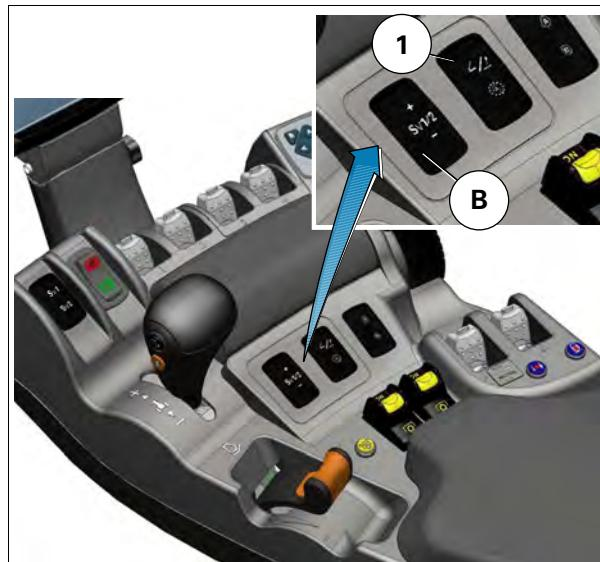

Рис. 14.
Максимальная скорость движения вперед устанавливается с помощью потенциометра SV2 (B) рис. 14
- 0 km/h до 50 km/h (1) в диапазоне высоких скоростей (B, "заяц").
Также возможно установить максимальную частоту вращения двигателя от 1400 до 2260 об/мин с помощью переключателя (B) рис. 14.